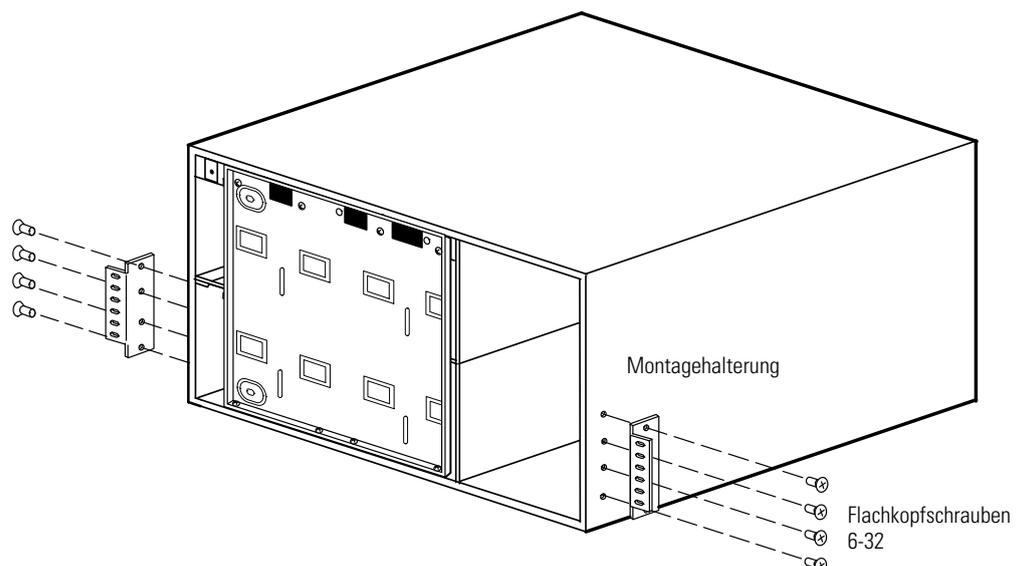

Abbildung 22. Montage der USV-Montagehalterungen
11. Sind die Montagehalterungen noch nicht montiert, beide Montagehalterungen mit den Schraubenöffnungen seitlich von der USV ausrichten und sie mit den im Lieferumfang enthaltenen Flachkopfschrauben 6-32 befestigen (siehe Abbildung 22).